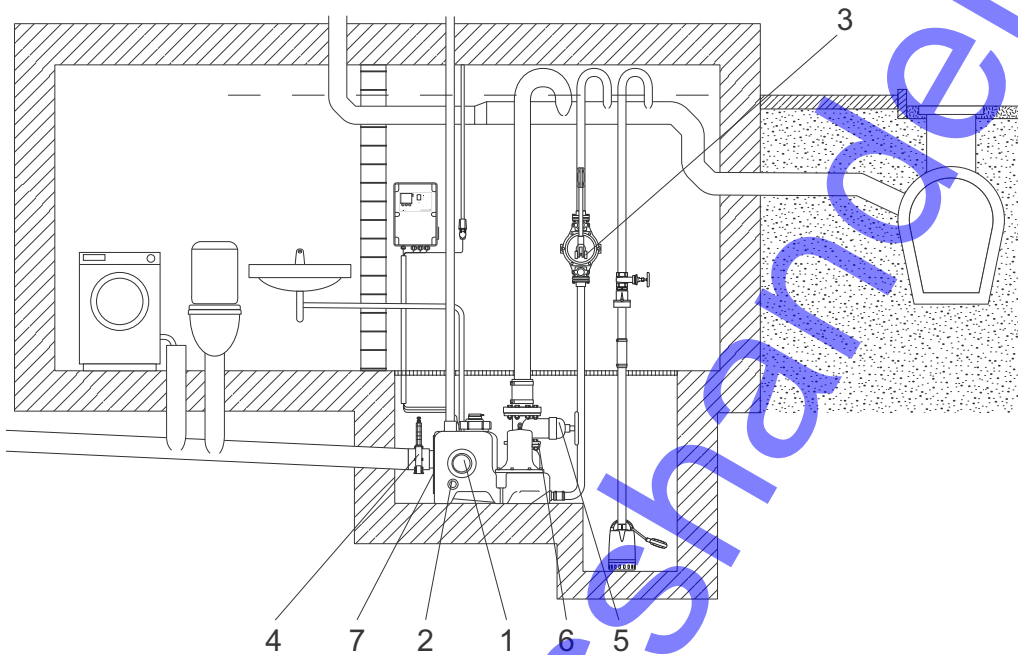

Abb. 15 Einbauskizze für die Multilift MD
- Unterhalb der Aufstellungshöhe ist ein Pumpensumpf (eine Vertiefung) vorzusehen. Wird die Hebeanlage Multilift MD oder Multilift MLD in einem Keller aufgestellt, bei dem die Gefahr besteht, dass Grundwasser eindringt, wird die Installation einer Entwässerungspumpe in einem separaten Pumpensumpf unterhalb der Aufstellungsebene empfohlen. In einigen Ländern ist die Installation einer Entwässerungspumpe sogar vorgeschrieben. Siehe Abb. 15 und 16.
- Alle Druckleitungen der Hebeanlage, Handmembranpumpe und Entwässerungspumpe müssen mit einer Schleife über die Rückstauenebene geführt werden. Der höchste Punkt der Schleife oder des Siphons muss sich oberhalb der Straßenebene bzw. Rückstauenebene befinden. Siehe Abb. 15 und 16.